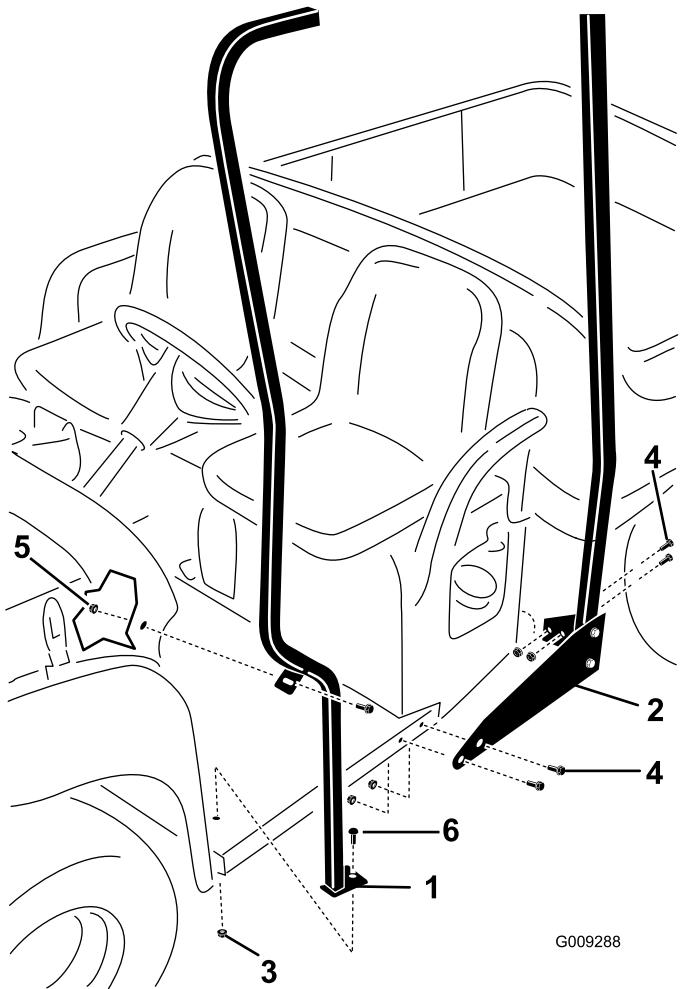

Рисунок 3
- Установите, не затягивая, узлы задней трубы и опорного кронштейна на машину при помощи 8 болтов (5/16 x 1 дюйм) и 8 фланцевых гаек (5/16 дюйма), как показано на Рисунок 3.
- Установите левую переднюю опорную трубу на машину, как показано на Рисунок 3.
- Выверните задний болт и гайку, которые крепят приборную панель к передней опоре рамы с левой стороны машины (Рисунок 3).
- Установите, не затягивая, передние опоры на пол машины (Рисунок 3).